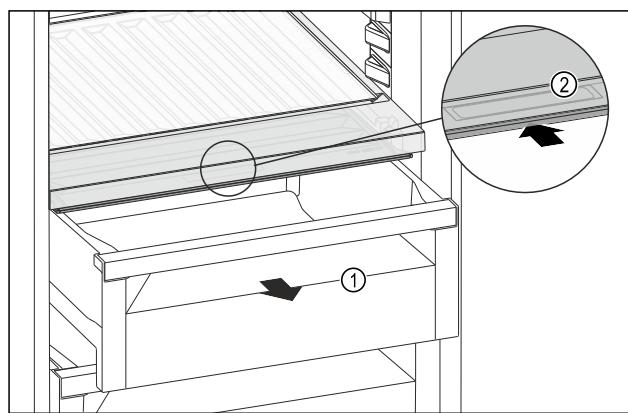

Fig. 164
- ▶ Schubfach Fig. 164 (1) herausziehen.
- ▶ Griffmulde Fig. 164 (2) am Fachdeckel anfassen und Fachdeckel gleichzeitig nach hinten schieben.